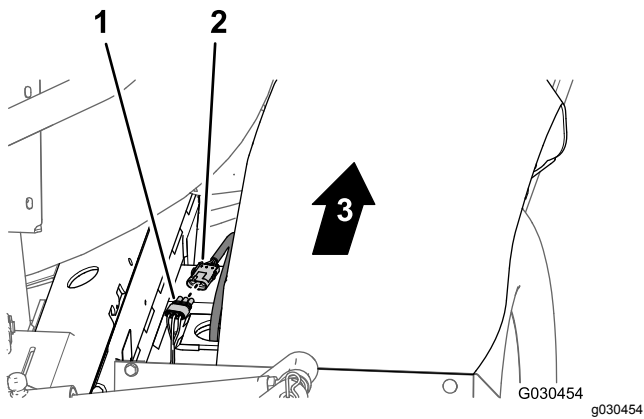

Figura 135
- En la parte trasera de la máquina (entre el larguero derecho del bastidor y el guardabarros derecho), conecte el conector de 3 pines del arnés del sensor de velocidad del motor de tracción hidráulica derecho al conector hembra de 3 vías (sin etiquetar) del arnés principal trasero (Figura 135).